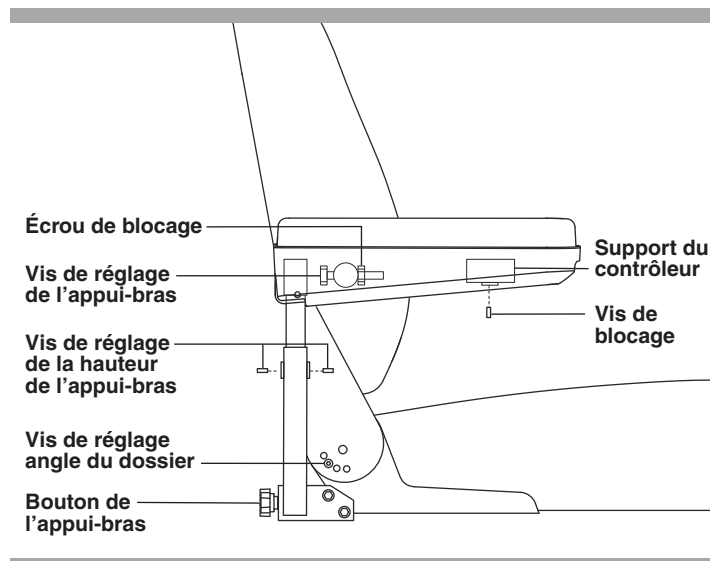

Figure 15. Réglages des appuis-bras et dossier
1. Retirez la vis de réglage de l'inclinaison du dossier de chaque charnière. **Voir la figure 15.**
1. Repérez les deux boutons de réglage sur le support des accoudoirs. **Voir la figure 15.**
1. Relevez l'accoudoir à la verticale. **Voir la figure 15.**
2. Desserrez la vis de réglage sous l'accoudoir. **Voir la figure 15.**